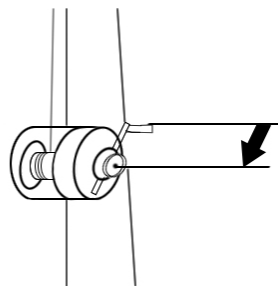

Рис. 2
**Б.** Лебедку следует установить на высоте позволяющей эргономично использовать приспособление, соблюдая центровку на уровне талии. Установив лебедку на уровне груди или выше оператору будет тяжелее работать( см. рисунок 2)